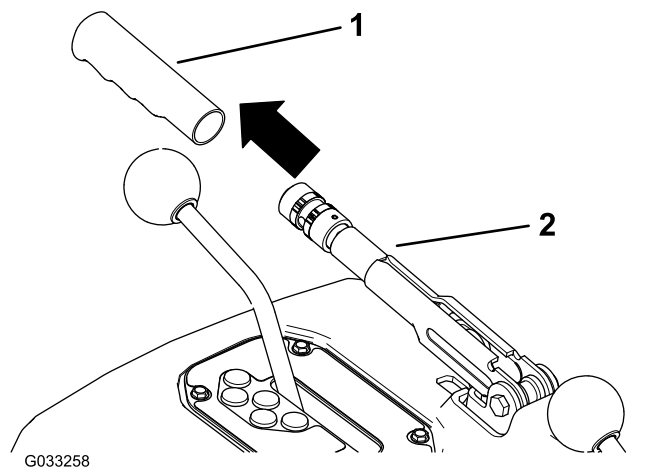

图74
1. 从手刹操纵杆上卸下橡胶握把 图74。
5. 将橡胶握把装回手刹操纵杆图74。